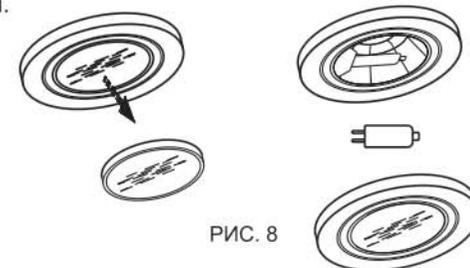

РИС. 8
8.7 Замена галогенной лампы (рис. 8):